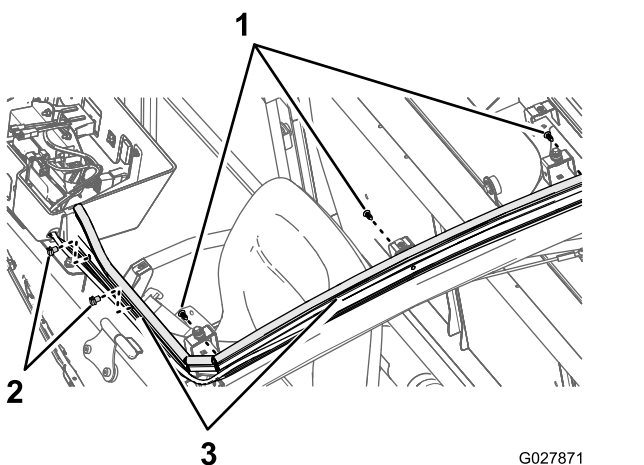

Figura 30
1. Rimuovete le 2 fascette di cablaggio che fissano il cablaggio preassemblato della cabina al telaio anteriore sinistro della cabina (Figura 30).
2. Montate 2 dispositivi di fissaggio a spinta nel punto in cui avete rimosso le fascette di cablaggio nel passaggio 1 (Figura 30 e Figura 31).
4. Rimuovete i 3 dispositivi di fissaggio a spinta sopra il telaio dello sportello del conducente (Figura 30).
5. Montate 3 dispositivi di fissaggio a spinta nel punto in cui avete rimosso i dispositivi di fissaggio a spinta nel passaggio 4 (Figura 30 e Figura 31).